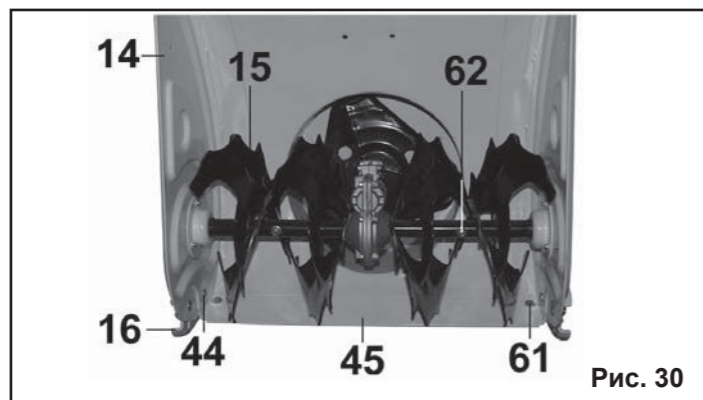

Рис. 30
9.8. Замена срезных болтов (Рис.30).
9.9. Замена ножа и башмаков (Рис.30).